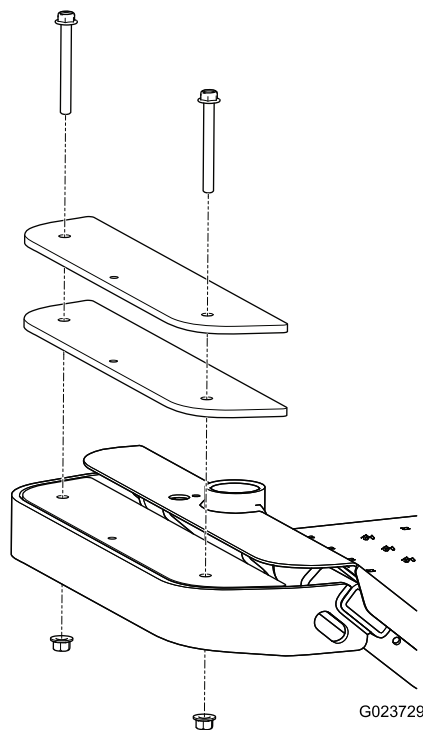

图12
- 拆下将现有配重块固定在机器前面的 2 个螺栓和 2 个螺母 图12。